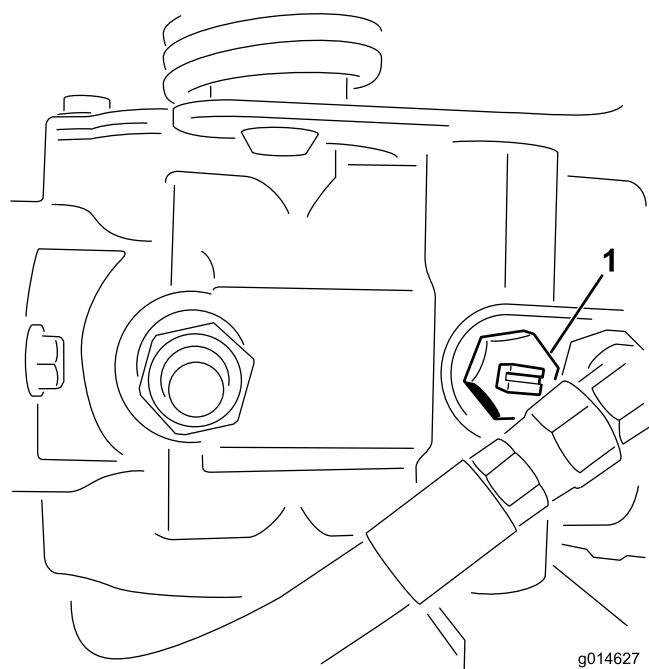

图41
- 找到并旋转泵上的旁通阀，使槽处于垂直位置（图 41）。
2. 启动发动机之前，旋转旁通阀，使槽处于水平位置，这样就可以关闭旁通阀（图41）。旁通阀打开时，切勿启动发动机。